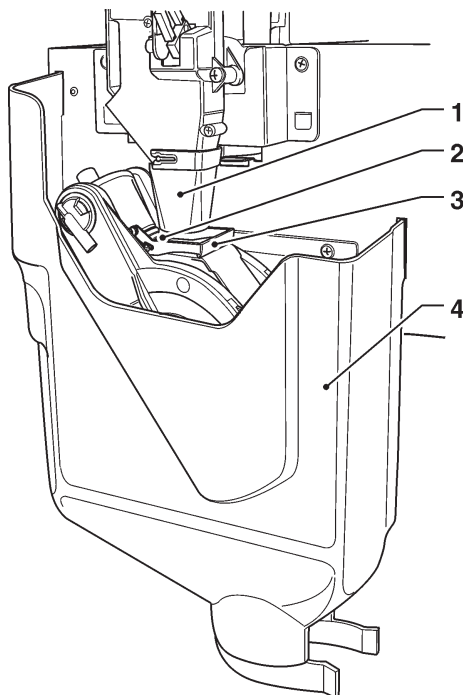

Fig. 12
A chaque rechargement, ou au moins une fois par semaine, il faut bien nettoyer les pièces extérieures du groupe café des résidus éventuels de poudre, en particulier dans la zone de l'entonnoir de café, des filtres et des gratteurs. Il est bon de démonter périodiquement le carter du groupe d'infusion et l'entonnoir de café. Faire glisser l'entonnoir vers la droite pour le décrocher des doseurs (voir fig. 12 ).
**Il est indispensable de remonter le carter avant de remettre l'appareil en fonction (voir fig. 12).**